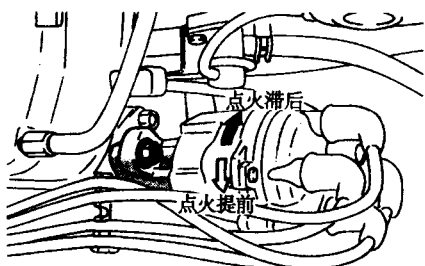

图10 调整分电器——海市蜃楼 (Mirage) 车
①断开蓄电池负极接线，若有高压线罩，请拆下。
②必要时，附上标签后断开分电器盖上的高压线。
③拆下分电器配线连接器。
④松开分电器盖的锁止螺钉或弹簧夹，将带有全部点火线的分电器盖抬起。必要时，可拆下点火线圈接线。
⑤将分电器转子和壳体、分电器壳和发动机做上配合标记（图10）。